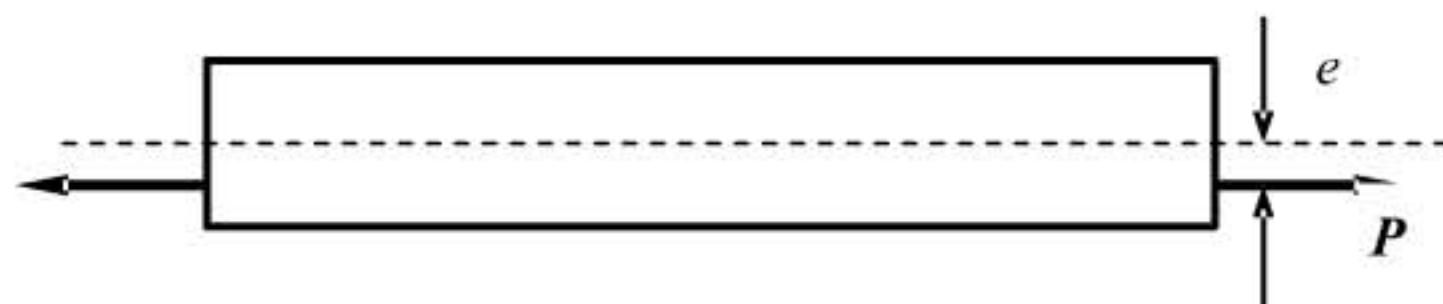

图 3
4. 如图 3 所示一矩形偏心受拉试件，如何贴片和组桥来求出其拉力  $P$  和偏心距  $e$ ？已知横截面积  $A$ 、抗弯截面系数  $W$  及弹性模量  $E$ 。